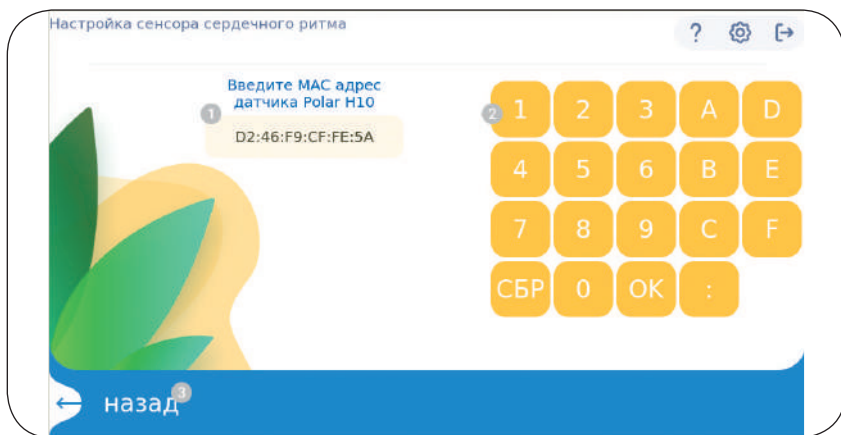

Рисунок 22
Экран подключения датчика ЧСС состоит из следующих элементов (см.рис. 22):
2. Войти в меню настройки датчика сердечных сокращений (см. раздел 7.7) и нажать кнопку «настройка датчика». Откроется окно ввода MAC-адреса (рис. 22). Используя экранную клавиатуру ввести MAC-адрес датчика и нажать на кнопку «ОК». Для выхода из меню нажать кнопку «Назад».